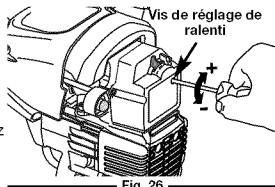

Fig. 26
Le régime ralenti du moteur est réglable par le couvercle du filtre à air/silencieux (Fig. 26).
- Relâchez le levier d'accélérateur et laissez le moteur au ralenti. Si le moteur s'arrête, insérez un petit tournevis à embout cruciforme dans le trou du couvercle du filtre à air/silencieux (Fig. 26). Vissez la vis de 1/8 de tour à la fois (selon le besoin), jusqu'à ce que le moteur tourne au ralenti.